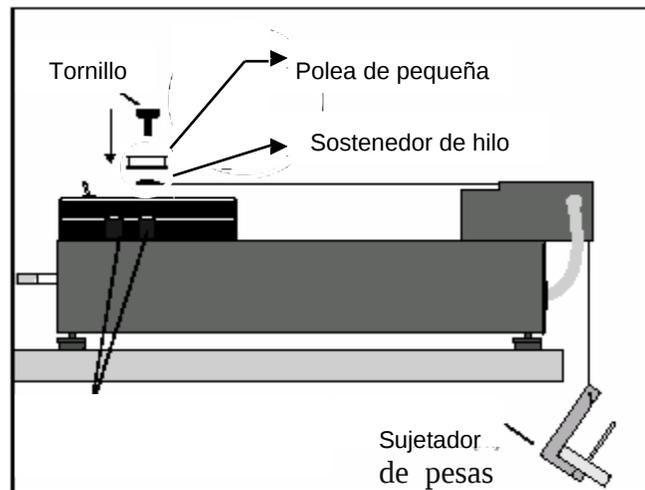

Figura 4: Equipo para dinámica rotacional
1. **Montaje inicial.** Disponga del equipo de Dinámica Rotacional como se indica en la figura 4, utilizando la polea pequeña y el disco de acero como disco superior. Suspenda del hilo una masa de 20 gramos (incluyendo el sujetador) y extienda el hilo del mismo hasta que casi toque el piso.